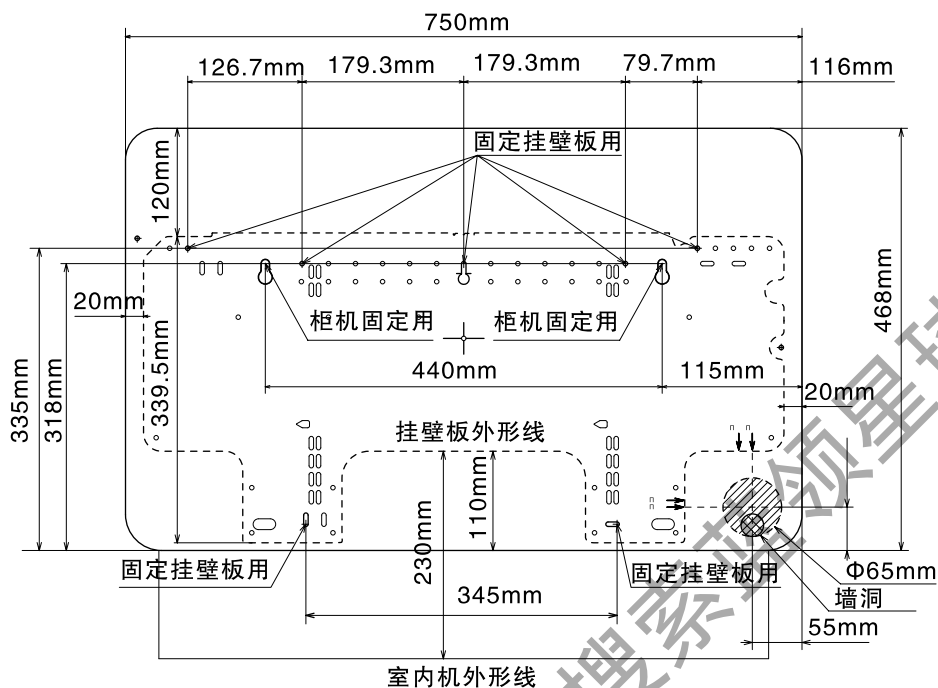

图16
1. 图16为挂壁板固定孔的安装尺寸，根据该尺寸图将挂壁板固定在墙壁上。
参考P21页图16中墙洞的位置尺寸。